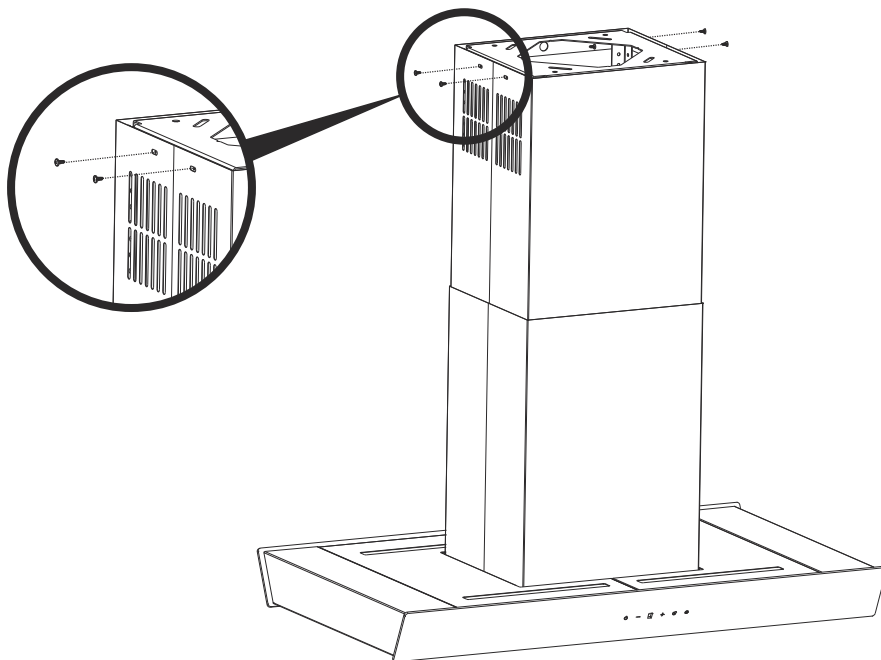

Fig. 11
- > Løft nu den indvendige skorsten helt op til loftet og skru den derefter fast på loffflances ved hjælp af 3,5 x 9,5 skrue (Fig. 11).